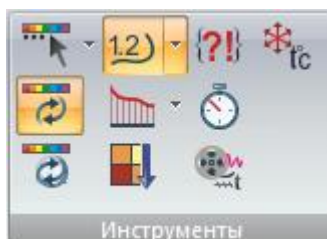

Рис. 9. Панель **Инструменты**
- **Инструменты** (рис.9) – настройка графического отображения объектов схемы, результатов и исходных данных, а так же для экспорта температурные нагрузки и связи с результатами.